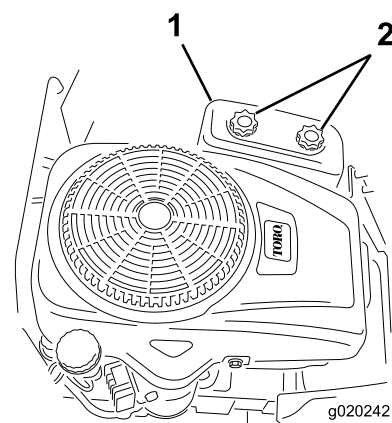

Figure 29
4. Déposez le couvercle du filtre à air en desserrant les 2 boutons (Figure 29).